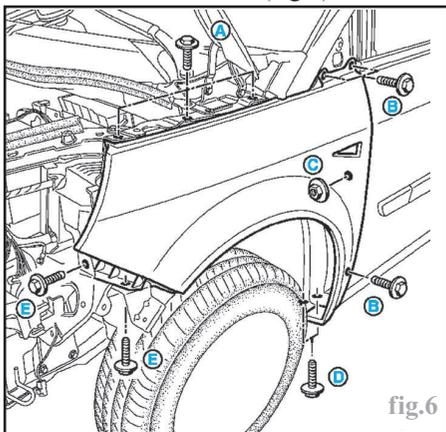

fig.6
- les vis et l'aile avant (fig.6).